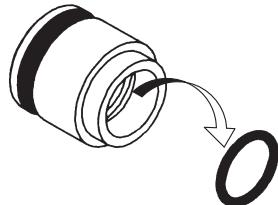

**Figure 22**
- Sortez le palier (voir figure 22).
- Ensemble du pilote du distributeur. (voir figures 22)